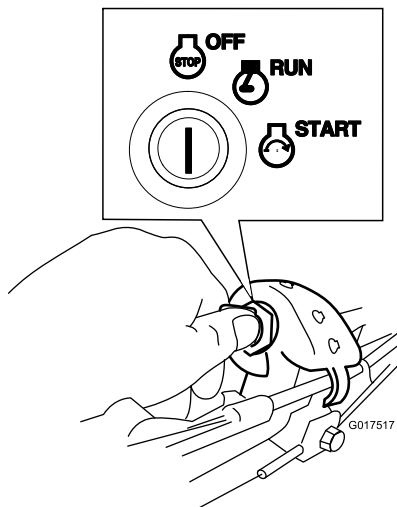

Рисунок 20
1. Поверните ключ в положение Off (Выключено) (Рисунок 20).